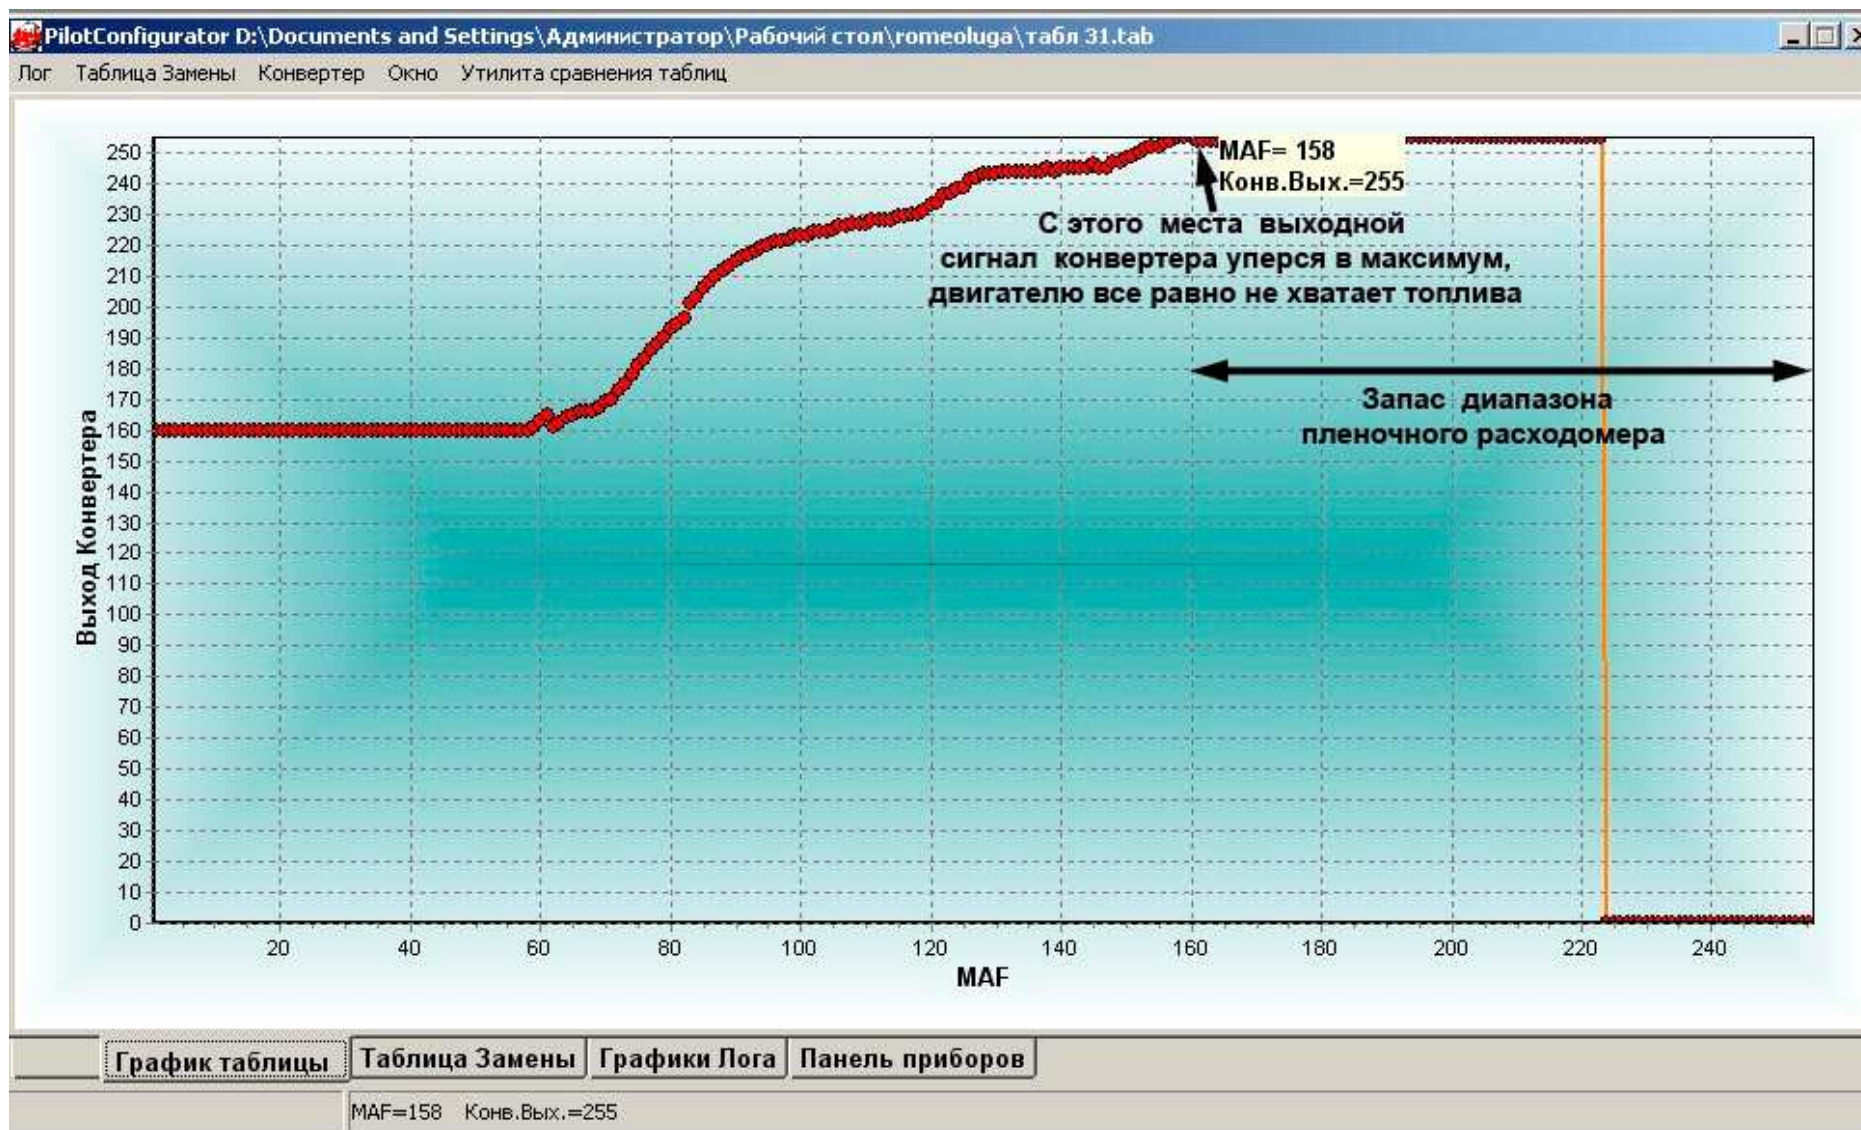

Рис.30 Случай, в котором требуется подстройка опорного напряжения .
10. Во время настройки конвертера вы можете столкнуться с такой ситуацией, когда выходной сигнал конвертера упрется в предел 255 отсчетов, при том что сигнал расходомера –заменителя будет иметь большой запас (см. Рис.30) Такая ситуация случается, когда неверно установлено опорное напряжение конвертера и смесь слишком бедная.